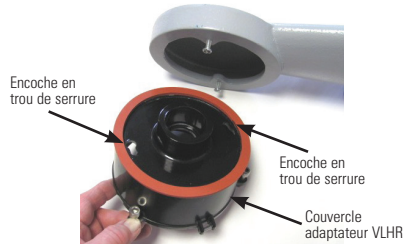

FIGURE 1
- Pour une installation sur mât ou suspendue : graissez le filetage de l'entrée avec le lubrifiant HTL de Cooper Crouse-Hinds. Vissez le support sur le conduit jusqu'à ce qu'il soit serré. Serrez la vis de pression de l'entrée à l'aide d'une clé hexagonale de 2,0 mm (voir Figure 1). Serrez à 1,81 Nm. Tirez les fils dans le mât ou le couvercle suspendu.
- Tirez les fils à travers l'ouverture centrale du couvercle adaptateur VLHR. Glissez les encoches en trous de serrure du couvercle adaptateur VLHR sur les deux (2) vis du module de montage (voir Figure 1). Tournez le couvercle VLHR et serrez légèrement chacune des vis. Serrez chaque vis à 2,3 Nm.